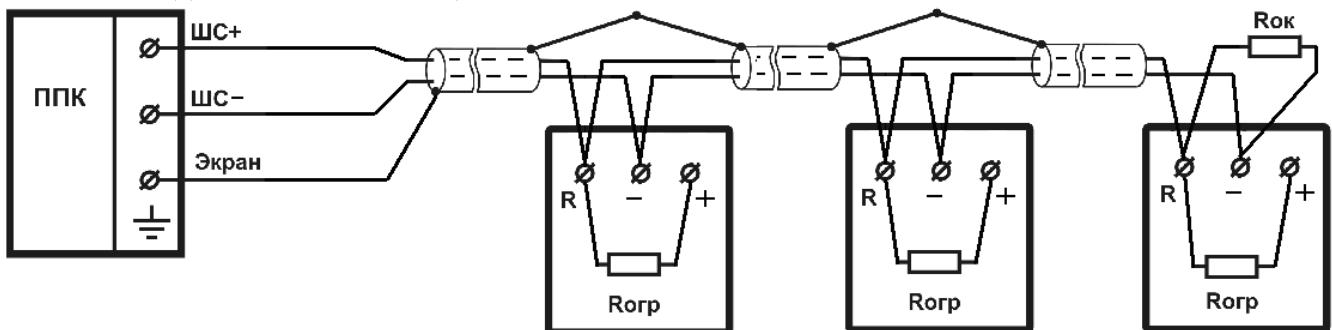
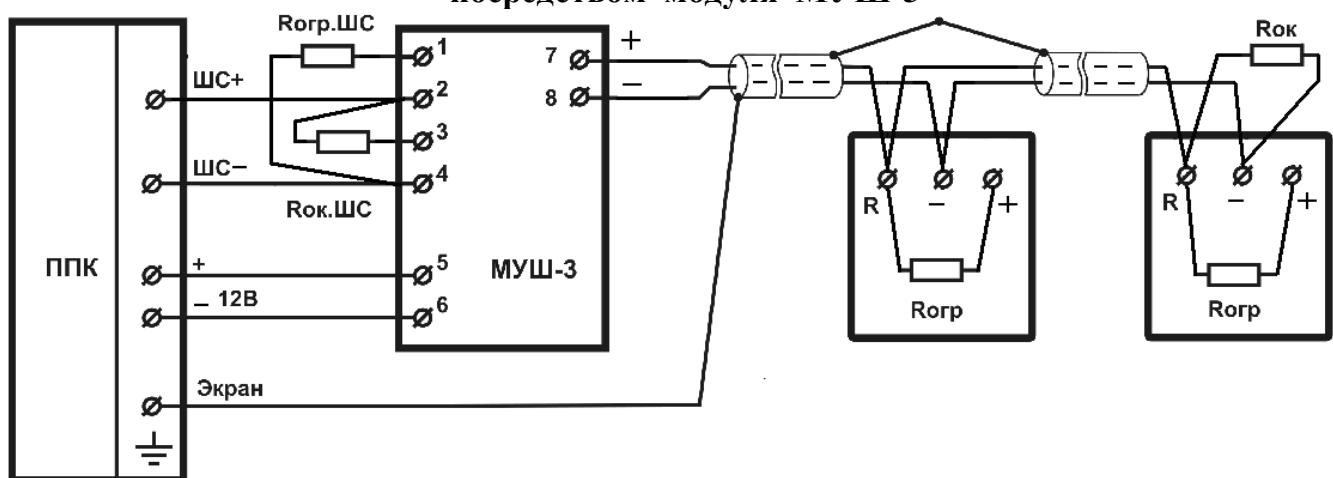

Рис. 3
Рис. 7
5.5 Схемы подключения извещателя к различным типам ШС приведены на рис.3- рис. 7.
6.4 Подключить ШС к извещателю согласно рис. 3 - рис. 7. Затянуть винты. Проверить надежность соединения. Закрыть крышку извещателя, совместив метки на основании и на крышке. Провернуть крышку относительно основания, по ходу часовой стрелки до упора.
6.6 Схема подключения извещателя к ППК с четырехпроводным ШС показана на рис. 5 – рис. 7. Модуль согласования шлейфов МУШ-2 формирует сигнал «ТРЕВОГА» уменьшением тока или разрывом цепи сигнальной линии четырехпроводного шлейфа, а модуль согласования шлейфов МУШ-3 увеличением тока в цепи сигнальной линии четырехпроводного шлейфа.